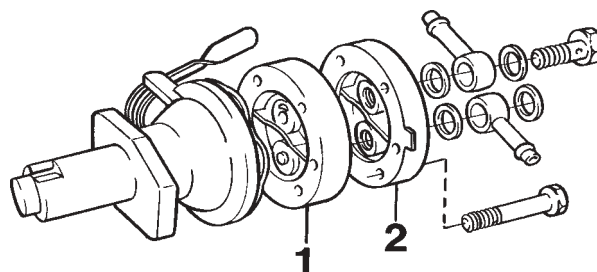

Fig. 96. Pompe d'alimentation
3. Avant le désassemblage, vérifier le fonctionnement dans le boîtier (1, figure 96) conformément à ci-dessous: